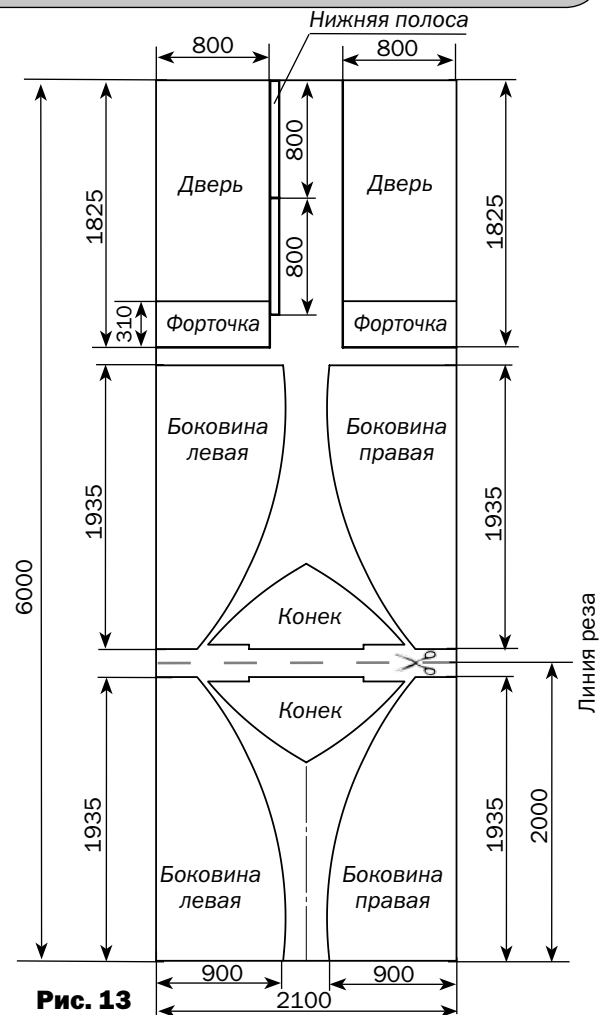

Рис. 13
РАСКРОЙ ЛИСТА ПОЛИКАРБОНАТА ВЫПОЛНЯЙТЕ СТРОГО В СООТВЕТСТВИИ С РИС. 13 И РИС. 14
1. Раскройте лист покрытия для торцов. Для этого отрежьте от листа поликарбоната кусок 2 метра длиной (см. линии реза на **рис.13**). Чтобы сделать шаблон покрытия, приложите вырезанный кусок к собранному торцу теплицы и, не снимая защитной пленки с поликарбоната, нанесите разметку шаблона на листе покрытия по деталям **4в** и **4н** с припуском (**рис.14**). При разметке край листа строго совмещается по кромке деталей **7** и **8**, а верхняя кромка выше на 30 мм нижнего края детали **5**. Вырежьте шаблон. Разметьте оставшуюся часть листа, используя вырезанный шаблон, в соответствии со схемой раскройки (**рис.13**).